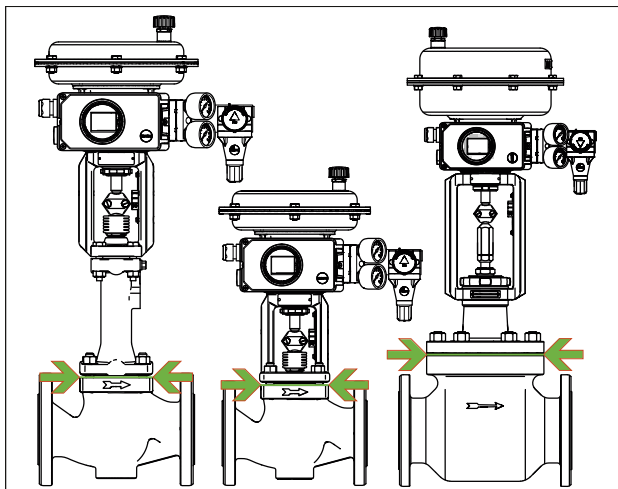

Fig. 19: Kontrol vanaları için yalıtım sınırı (örnek gösterilmiştir)
- ⇒ Kontrol vanalarını sadece vana gövdesinin laterna flanşına kadar yalıtın (bkz. Fig. 19). Bu, 32 °F (0 °C) altındaki veya 428 °F (220 °C) üzerindeki orta sıcaklıklarda metal körüklü salmastra veya izolasyon bölümü bulunan versiyonlar için de geçerlidir. İzolasyon bölümü izole edilmiş ise işlevini düzgün bir şekilde yerine getirmeyecektir.